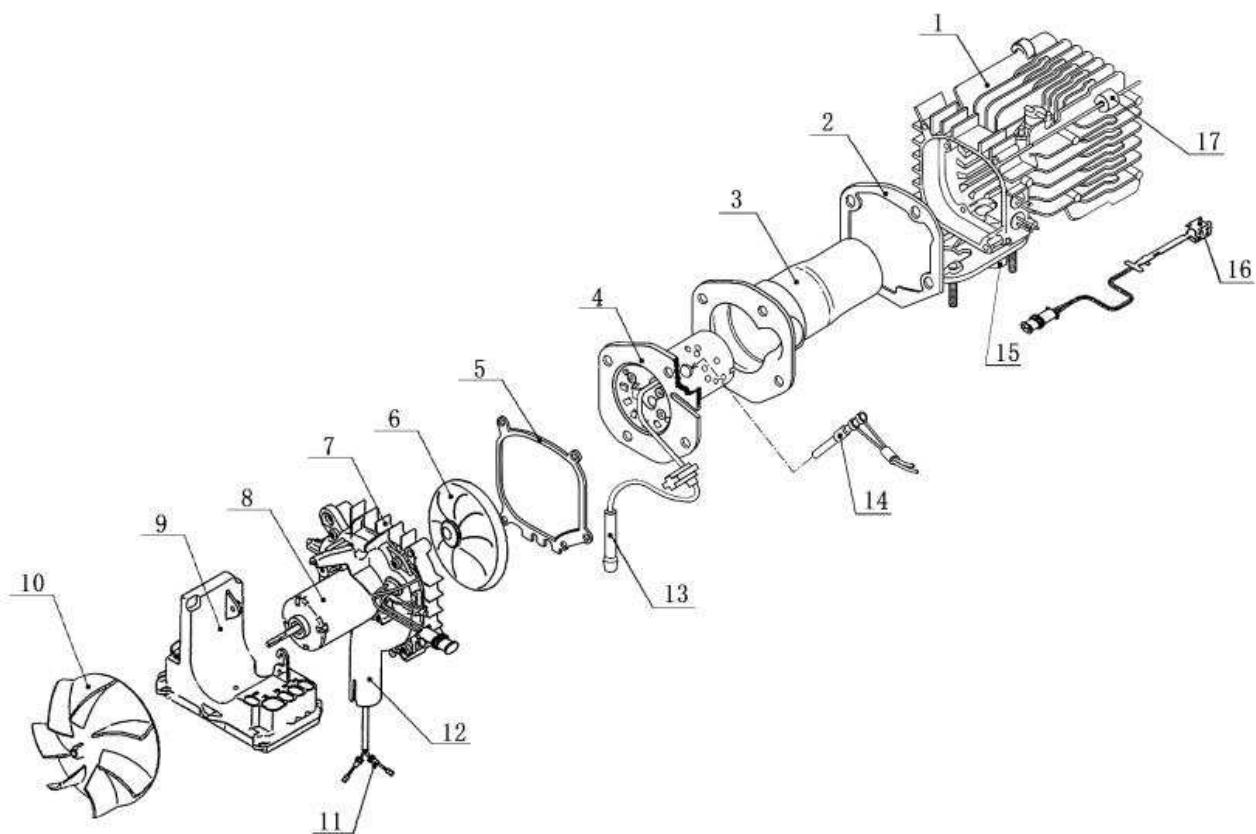
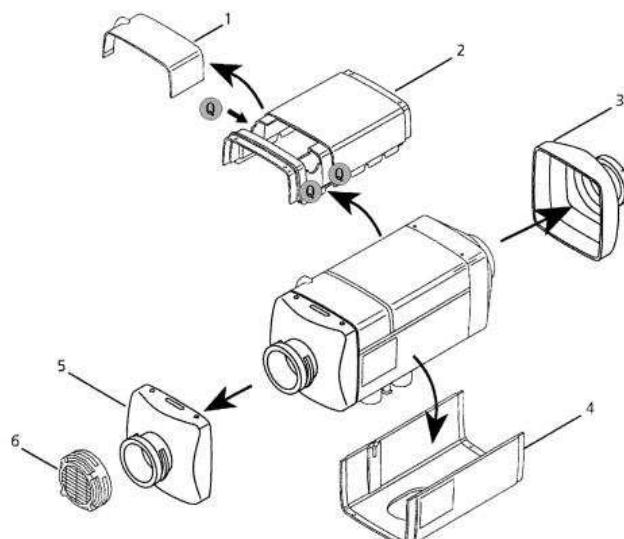
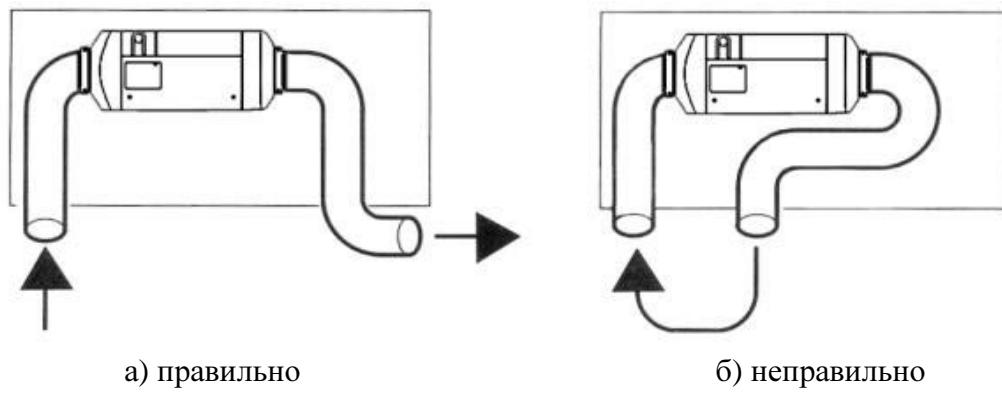

Рис. 3
Рис. 4
Рис. 11
На Рис. 3 представлена печка в разобранном виде.
Структура кожуха представлена на Рис.4. Он состоит из верхней крышки 2 (крышка распределительной коробки 1 может быть зафиксирована на отверстии в верхней крышке), нижней крышки 4, крышки на входе воздуха 6, крышки на входе потока воздуха в печку 5 и крышки на выходе горячего воздуха 3. Эти компоненты формируют канал прохождения воздуха. Крыльчатка вентилятора (Рис.3 -10) осуществляет забор холодного воздуха. Воздух нагревается теплообменником и выдувается наружу.
Контроллер (Рис. 3 -9) расположен перед печкой, позади нагревательного вентилятора. Контроллер, снабжённый однокристальным микропроцессором, осуществляет измерение температуры, частоты, скорости вращения и напряжение. Функции контроллера заключаются в автоматизации процесса нагрева, автоматизации системы контроля и автоматизации системы реагирования на неисправности.
Датчик перегрева (Рис.3 -16) установлен на задней внешней стенке теплообменника. Если температура превышает 182 °С, то контроллер размыкает цепь топливного насоса и подача топлива прекращается и затем печка отключается с целью защиты от перегрева.
4.3.6 В случае внутренней установки печки необходимо принять меры чтобы избежать опадания горячего воздуха с выхода на входной порт печки (как показано на Рис. 11). Если в этом режиме входная труба не подсоединяется, то на входе печки должна быть установлена крышка с сеткой (Рис. 4 -б). Воздух на вход печки должен поступать из холодных мест салона, таких как места под креслами или задним диваном.